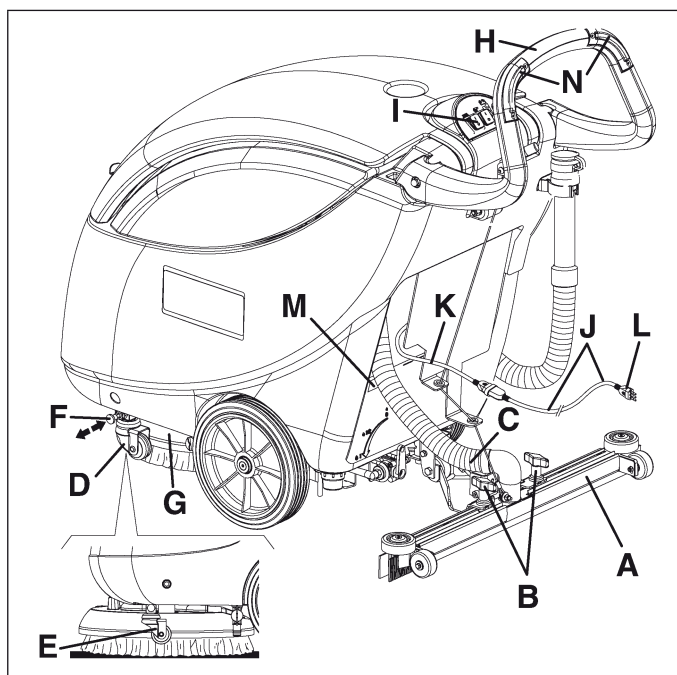
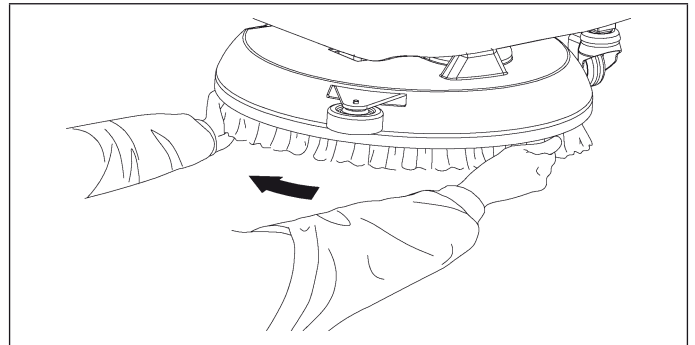

Figure 5
Figure 7
1. Instalar la boquilla (A, Fig. 5) y fijarla con las empuñaduras (B), luego conectar el tubo de aspiración (C) a la boquilla.
3. Desactivar el dispositivo de estacionamiento (D, Fig. 5) de la máquina, llevándolo en posición (E) después de haber insertado la clavija relacionada (F).
4. Levantar la cobertura del cepillo (G, Fig. 5) presionando sobre el manillar (H).
6. Bajar la cobertura (G, Fig. 5) sobre el cepillo/portafieltro mediante el manillar (H).
7. Conectar la extensión en dotación (J, Fig. 5) con el cable de alimentación (K). Conectar el enchufe (L) de la extensión a la red eléctrica.
**Antes de conectar la máquina a la red eléctrica, asegurarse de que la frecuencia y la tensión indicadas en la placa del número de serie y de los datos técnicos (M, Fig. 5) coincidan con la tensión de la red.**
8. Poner el interruptor (I, Fig. 5) del cepillo en posición "I", luego pulsar por algunos segundos uno o ambos los interruptores (N) para que el cepillo/portafieltro se enganche. Si es difícil enganchar, girar manualmente el cepillo/portafieltro en sentido antihorario (véase Fig. 7, página siguiente).